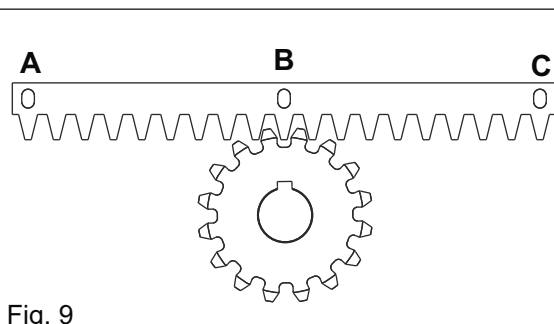
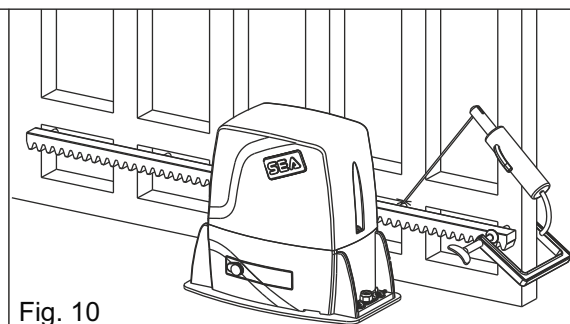

Fig. 9
Fig. 10
- 5.3.** Colocar el elemento de la cremallera sobre el piñón dentado del operador, en paralelo a la guía al suelo; posicionarlo como en la Fig. 9 y soldar el trinquete central **B** en la estructura de la cancela (Fig. 10). Mover manualmente la cancela hasta que el trinquete **C** corresponda con el piñón, luego soldar; hacer la misma operación para el trinquete **A** después de haberlo puesto en correspondencia con el piñón;